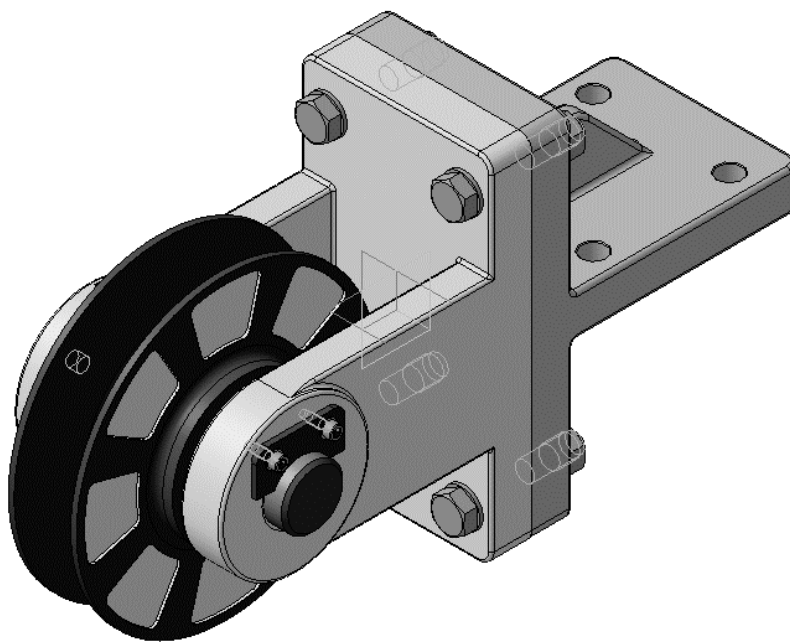

Рис. 117. Результат добавления крепежных элементов
10.3.14 Нажмите на кнопку **Отмена** закройте окно **Библиотеки Стандартные Изделия** (рис. 117).